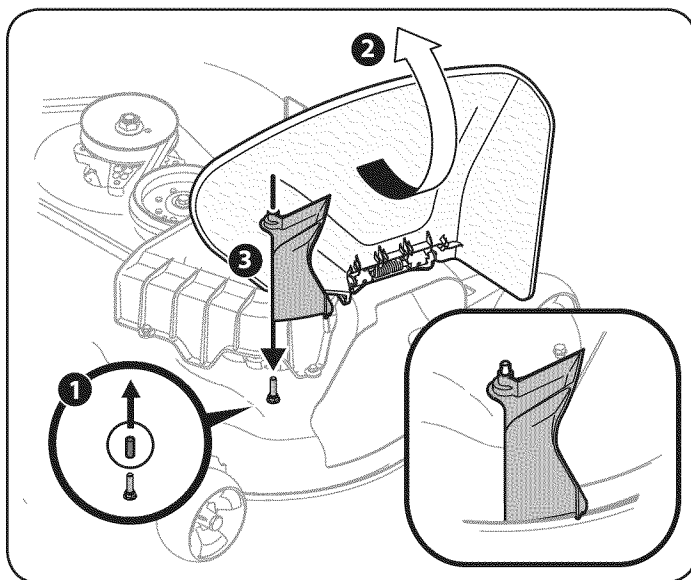

Figura 21
2. Retire el tapón protector de goma del pasador de plataforma, 1 en la Figura 21.
3. Eleve el deflector del canal (2 en la Figura 21) sobre la plataforma y sosténgalo mientras instala el (731-10133) adaptador del canal (3), incluido en el paquete de elementos de ferretería 689-00341, sobre la plataforma tal como se muestra en la Figura 21.